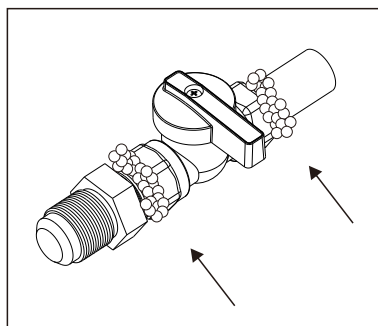

Figure 5
3. Vérifiez toutes les connexions et joints avec une solution d'eau savonneuse sans ammoniaque ou une solution de détection de fuite. Les bulles qui grossissent sont le signe d'une fuite (Figures 5 et 6).